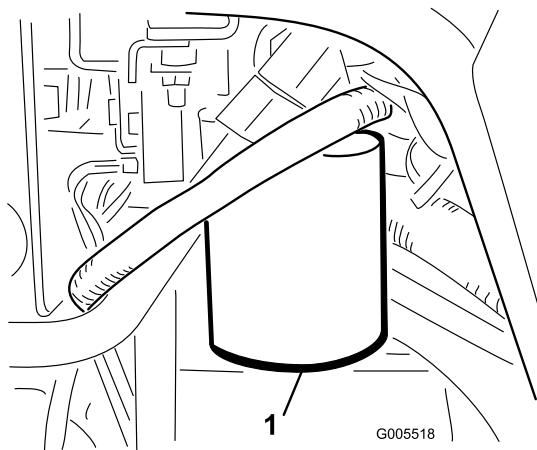

Figura 59
1. Limpe a zona em torno da montagem do filtro (Figura 59). Coloque um recipiente de escoamento debaixo do filtro e retire o filtro.